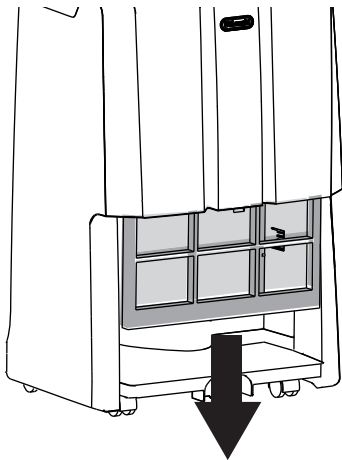

fig. 7
- For å fjerne luftfilteret, ta det ut ved å trekke det nedover (fig. 7).